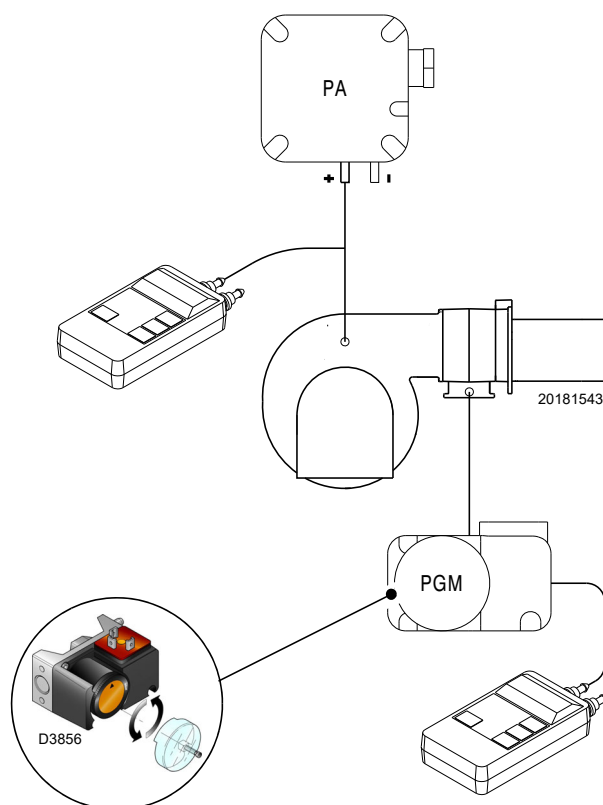

Fig. 30
- Regolare il pressostato gas di massima (Fig. 30 a pag. 35) a fine scala.
Eseguire la regolazione del pressostato gas di massima (Fig. 30) dopo aver effettuato tutte le altre regolazioni del bruciatore con il pressostato gas di massima regolato a fine scala.